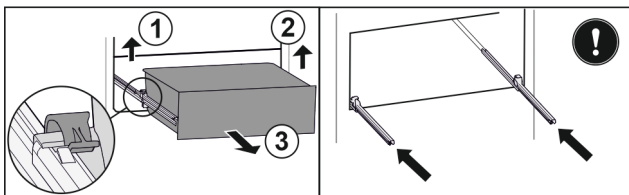

Fig. 136
- ▶ Levante la brida izquierda y, simultáneamente, tire de la parte izquierda del cajón hacia delante. Fig. 136 (1)
- ▶ Levante la brida derecha y, simultáneamente, tire de la parte derecha del cajón hacia delante. Fig. 136 (2)
- ▶ Extraiga el cajón hacia delante. Fig. 136 (3)